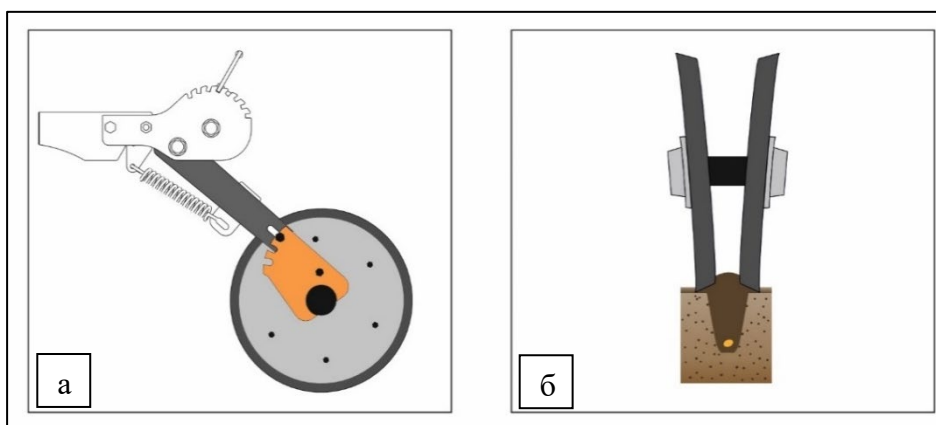

Рисунок 63 – Укрывающие колёса в первом положении (вид в разрезе):
Первое положение – паз (1) кронштейна колёс. В таком положении укрывающие колёса формируют насыпь пожнивных остатков над посевной бороздой, рис. 63.